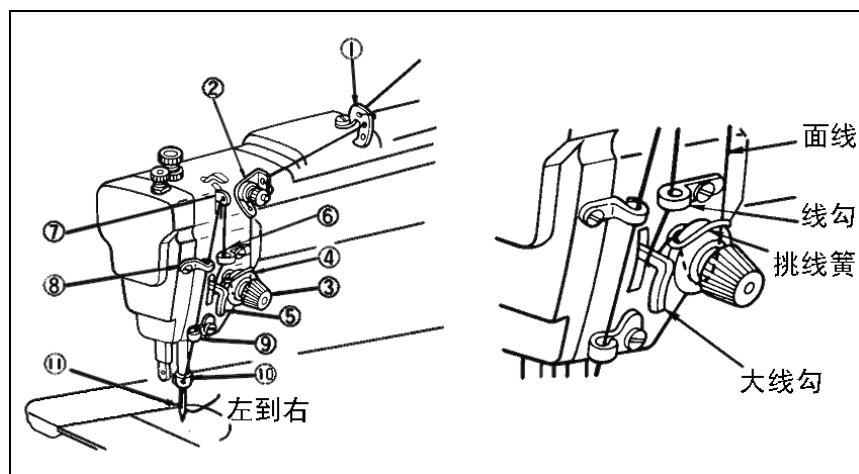

图 15
18、穿面线（图 15）：
将挑线杆放到最高位，然后如图 15 所示穿面线。